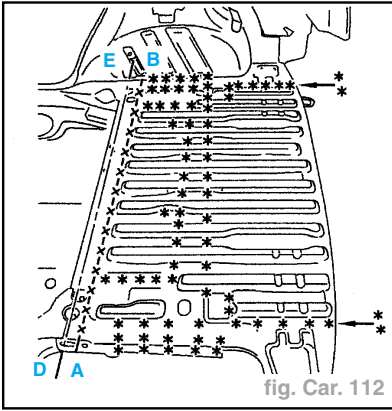
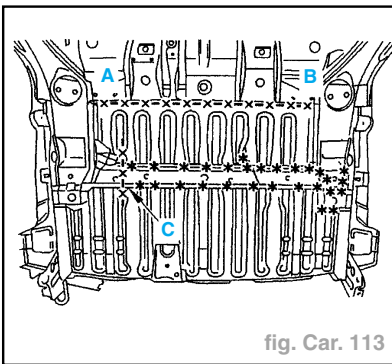

fig. Car. 112
fig. Car. 113
- Dégraffer les lignes de points à l'aide d'une fraise de  $\varnothing = 8 \text{ mm}$  (fig. Car. 112).
- Plancher arrière : découper suivant le tracé : (AB).
- Dégraffer les lignes de points à l'aide d'une fraise de  $\varnothing = 8 \text{ mm}$  (fig. Car. 113).
- Souder par points électriques (fig. Car. 112, 113, 114 et 115).
- Souder par points "bouchon" MAG (fig. Car. 112, 113, 114 et 115).